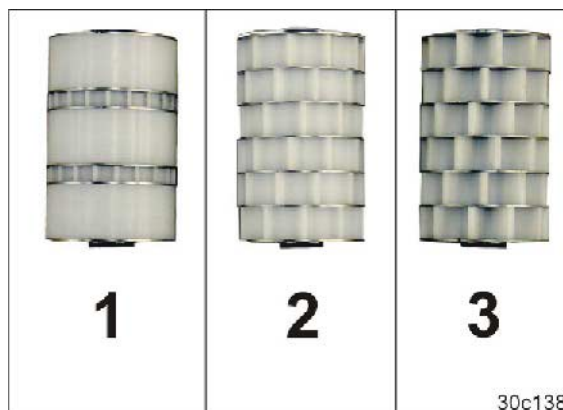

Рис. 28
- мелкий дозирующий вал (Рис. 28/1) для мелких семян.
- средний дозирующий вал (Рис. 28/2) для семян среднего размера со средней нормой высева
- крупный дозирующий вал (Рис. 28/3) для крупных семян и высоких нормах внесения.